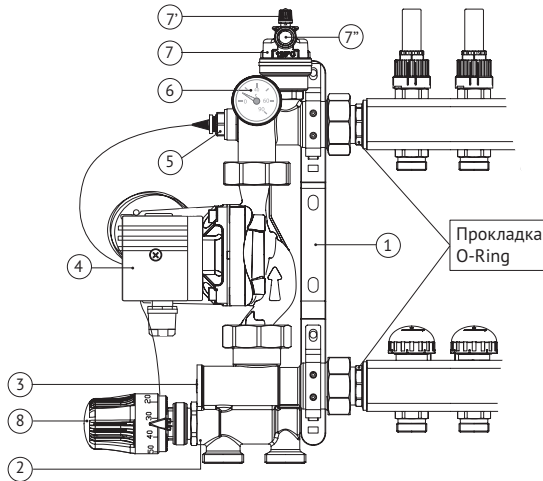

Рис. 2
Чёрный колпачок сверху (см. рис. 2 поз 7') – это запорный элемент ручного воздухоотводчика. Серый винтик сбоку (см. рис. 2 поз 7'') – это запорный элемент автоматического воздухоотводчика. Для правильной работы воздухоотводчика группы при заполнении системы нужно закрыть автоматический и открыть ручной воздухоотводчик. После заполнения необходимо закрыть ручной воздухоотводчик, закрутив его запорный элемент, и открыть автоматический клапан воздухоотводчика.
2. При помощи монтажного кольца головки закрепите её на смесительном клапане (рис. 2 поз. 2).
3. Поместите датчик в гнездо температурного датчика (рис. 2 поз. 5).
Настройка байпаса: согласно приведённой ниже диаграмме (рис. 3), расходу 1032 л/ч, соответствуют 6 разных кривых ΔP_{valv} при разных настройках байпаса (рис. 2 поз. 3): чем меньше открыт байпас, тем быстрее достигается требуемая температура на подаче, и наоборот, при максимально открытом байпасе увеличивается расход и одновременно сокращается колебание температуры подачи, связанное с открытием–закрытием различных зон, на которые разделяется система отопления.